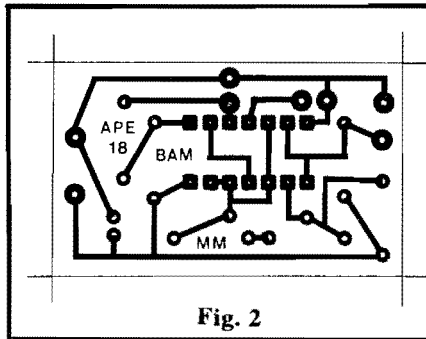

Fig. 2
- **FIG.2** - Como em toda **MINI-MONTAGEM**, e por razões óbvias, a placa de Circuito Impresso do BAM é pequena, e tem seu **lay out**, em tamanho natural, mostrado na fig. 2. Quem tiver o material padrão para confecção (decalques ou tinta ácido-resistente, percloroeto de ferro, material para limpeza e furação) não encontrará nenhuma dificuldade na elaboração da sua própria plaquinha. Os que optarem pela aquisição em KIT do BAM (ver